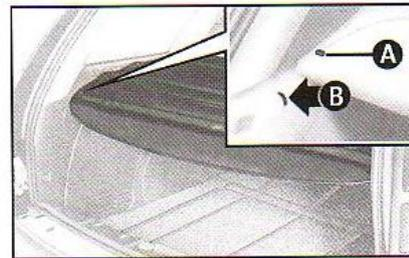

fig. 118
- retirar os pinos **A-fig. 118** das sedes laterais **B**;